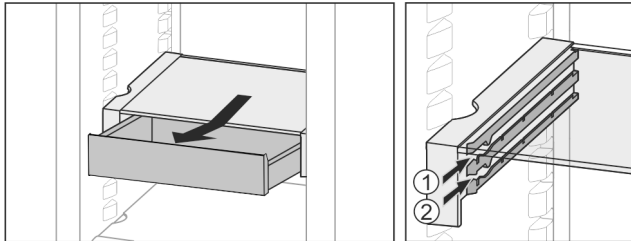

Fig. 32
- ▶ Op een willekeurige hoogte Fig. 32 (1) of Fig. 32 (2) erin schuiven.